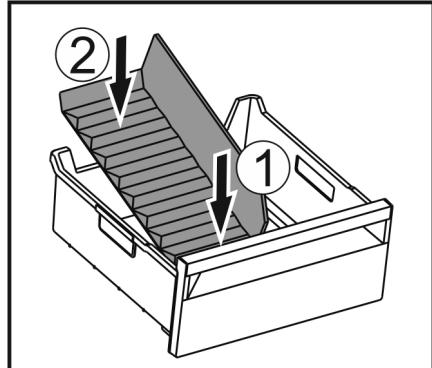

Fig. 176
- Vorderen Teil des Eisfach-Trenners einsetzen. Fig. 176 (1)
- Hintere Teil des Eisfach-Trenners bis zum Schubfachboden absenken. Fig. 176 (2)